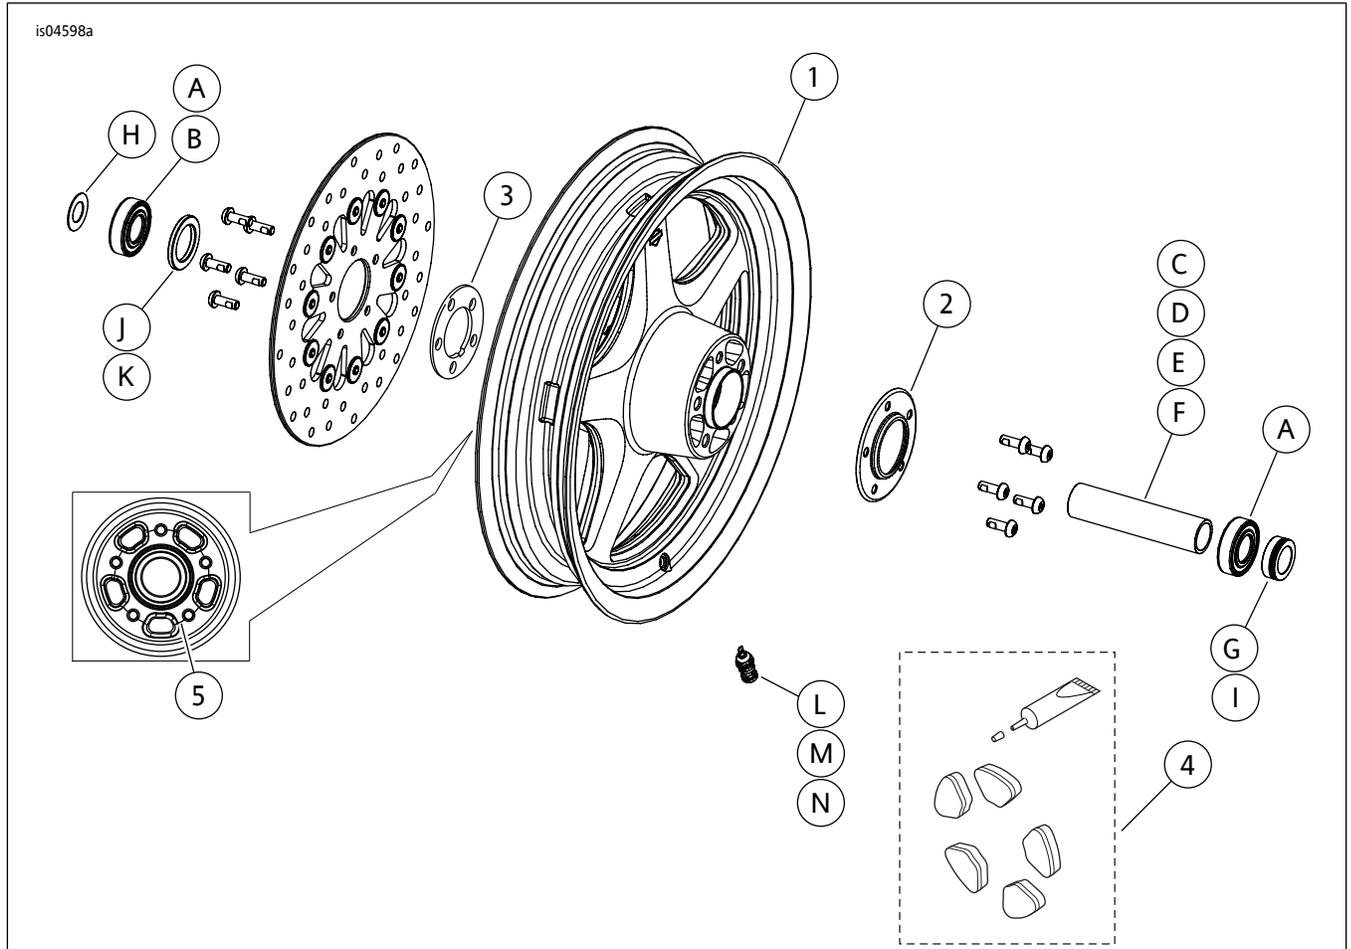

图2。维修零件：THUNDERSTAR前轮套件( 图示为16英寸车轮 )
这些套件包括定制车轮，根据套件，还可能包括轮毂盖和毂衬。参见图2。和表3以了解套件内容。
2. 参见图2。在车轮上安装阀杆组件( L、M或N )。参阅维修手册中的“轮胎”部分。
- 车轮左侧在轮毂表面上有加工槽( 项目5, 参见图2。 ) 以及/或标记点, 用于指示该侧是刹车盘和主轴承侧。
- 安装车轮时, 轮毂标识应位于摩托车左侧。车轮左侧在轮毂表面上有加工槽( 项目5, 参见图2。 )以及轮毂标识, 用于指示该侧是主轴承侧。
- 车轮的轮毂表面上有加工槽( 项目5, 参见图2。 ), 用于识别右侧。